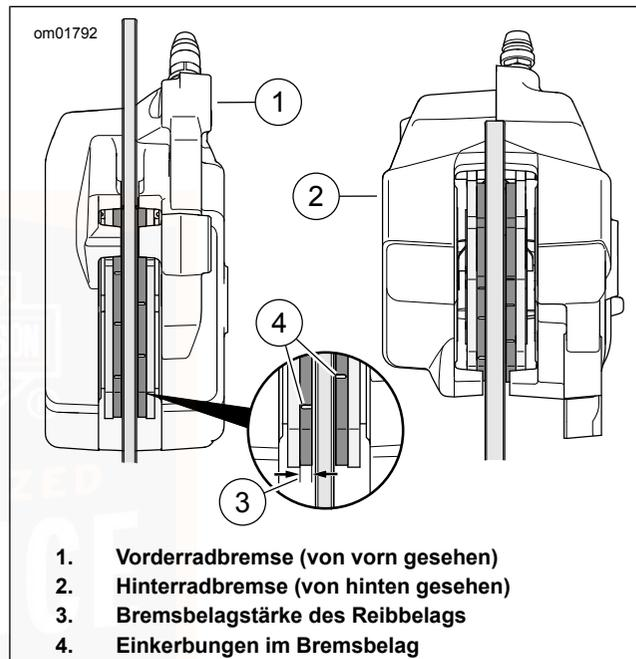

Abbildung 77. Reibmaterial des Bremsbelags
1. Siehe Abbildung 77. Die Bremsscheibe prüfen, wenn diese gedreht wird. Die Scheibe muss schlagfrei im Bremssattel laufen.